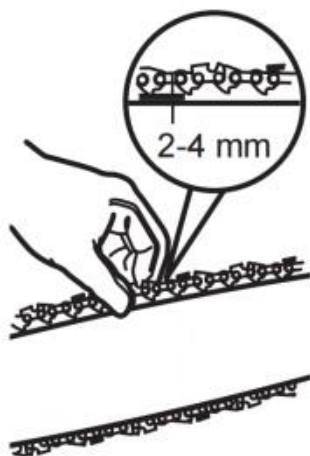

Fig. 15
1) Sprawdź napięcie łańcucha, unosząc go jedną ręką (C12) pod ciężarem produktu. Prawidłowe napięcie łańcucha uzyskuje się, gdy łańcuch piły można unieść na wysokość ok. 2–4 mm od prowadnicy (C13) w środkowej części (rys. 15).